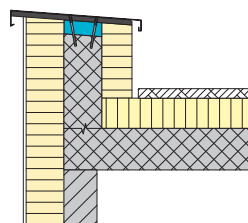
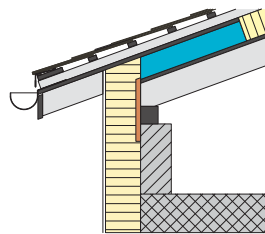

Abb. 18
Abb. 22
- Abschluss der Attika des Flachdachs (Abbildung 18) beziehungsweise Dämmstoffwechsel im Steildach (Abbildung 22) mit nicht brennbarer Dämmung der RF1.